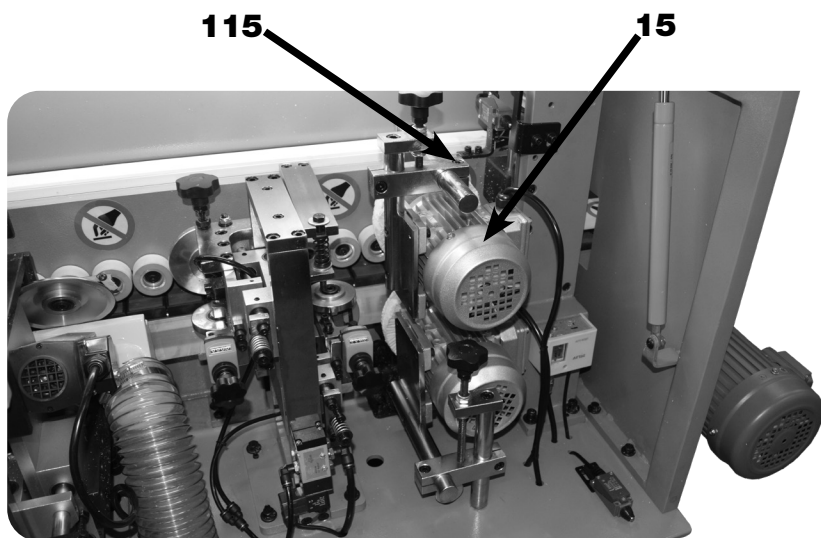
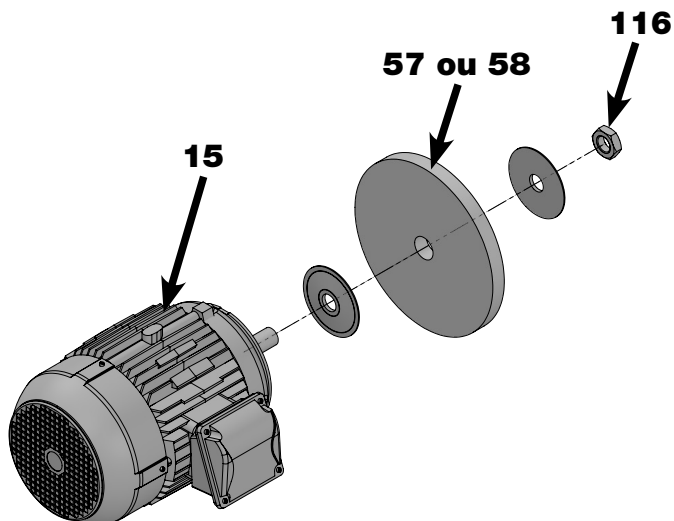

FIGURA 47 – Polidor
FIGURA 48 – Substituição da Roda de Polir (Figura Ilustrativa)
2. **ABRIR** a Porta de Acesso (68);
3. **SOLTAR** o Parafuso de Fixação do Polidor (115) (figura 47);
4. **RETIRAR** o Polidor (15);
5. **SOLTAR** e **RETIRAR** a Porca da Roda de Polir (116);
6. **RETIRAR** a Roda de Polir (57) ou (58) (figura 48);
7. **COLOCAR** a Roda de Polir (57) ou (58) nova no eixo do Polidor (15) (figura 48);
8. **COLOCAR** a Porca da Roda de Polir (116);
9. **MONTAR** novamente o Polidor (15) na Estrutura (09) (figura 48);
10. **APERTAR** o Parafuso de Fixação do Polidor (115).